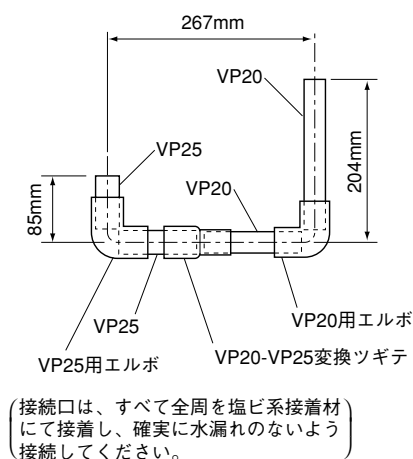

図8
- 1) 図8に示す形状の配管を用意してください。(現地手配品)